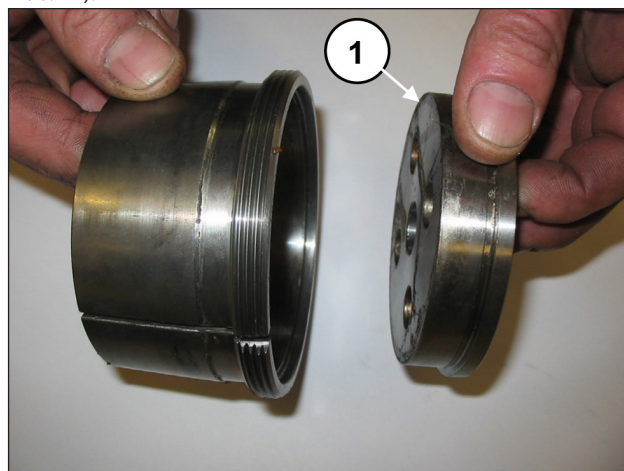

Abb. 21
Trennen Sie den Buchsenflansch von der Druckbuchse (Pos. ①, Abb. 21).